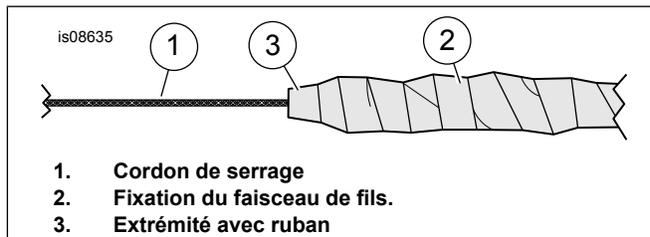

Figure 2. Cordon de serrage et fixation du faisceau.
4. Voir Figure 2 .
- b. Enrouler du ruban (2) autour du faisceau, du cordon et des broches.
- c. Le ruban doit former un cône (3) et être suffisamment flexible pour pouvoir passer à travers le guidon.